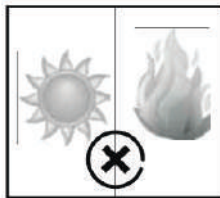

Figure 2
- Ne l'exposez pas directement au soleil. Le taux de fonctionnement de votre appareil augmentera si le soleil frappe le verre de votre refroidisseur. Cela entraîne une augmentation de la température des produits à l'intérieur de l'appareil et une augmentation de la consommation d'énergie (Figure 2).